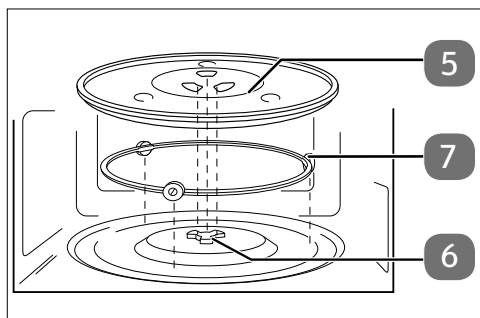

Figure 4
- ▶ N'utilisez pas le four à micro-ondes sans que le plateau tournant en verre (5) soit inséré correctement.
- ▶ Vérifiez que l'arbre d'entraînement (6) est correctement placé dans l'évidement situé au fond du four à micro-ondes et qu'il repose avec ses branches à plat dans la cavité. Tournez éventuellement l'arbre jusqu'à atteindre la position correcte.
- ▶ Placez l'anneau à roulettes (7) dans le renforcement prévu dans le four à micro-ondes, puis posez le plateau tournant en verre (5) au centre sur l'arbre d'entraînement (6) (voir **fig. 4**) de façon à ce que les barrettes du plateau tournant en verre (5) se placent entre les branches de l'arbre d'entraînement.